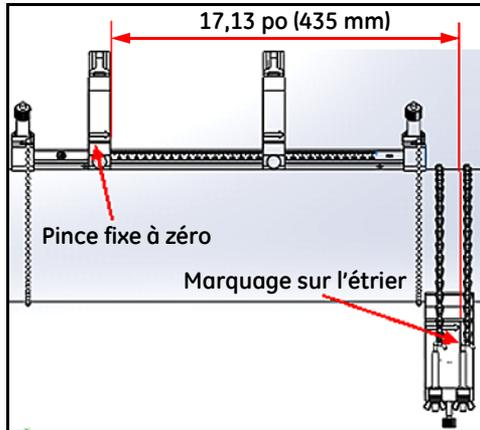

Figure 29 : étrier placé à 435 mm / 17,13 po
- **Espacement >305 mm/12 po** (435 mm / 17,13 po est utilisé à titre d'exemple) : mesurez la distance requise de 435 mm / 17,13 po du bord de la pince fixe jusqu'à la ligne tracée sur l'étrier (voir la *Figure 29* ci-dessous).